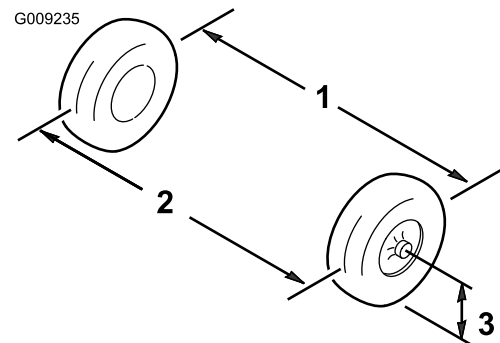

Figura 43
2. Misurate la distanza tra i pneumatici anteriori all'altezza dell'assale, davanti e dietro le ruote (Figura 43).